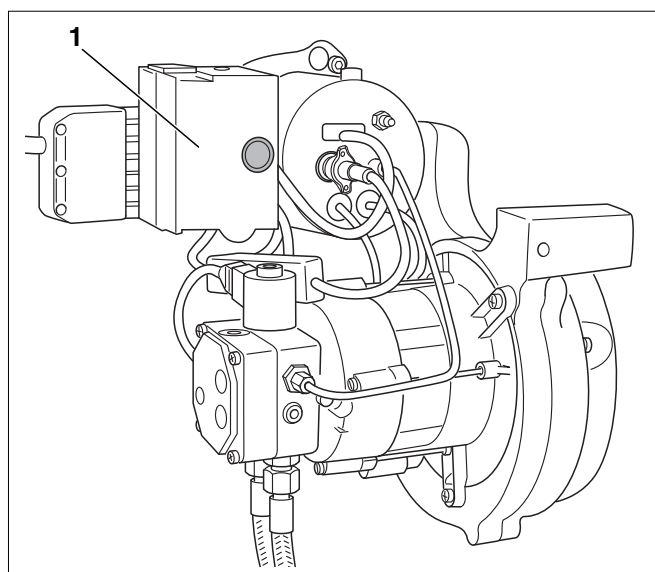

Fig. 59 Programador de combustión LMO o LOA 44
Para usar el quemador en un generador de aire caliente es necesario cambiar el programador de combustión LMO por el programador de combustión LOA 44 (fig. 59, **pos. 1**).